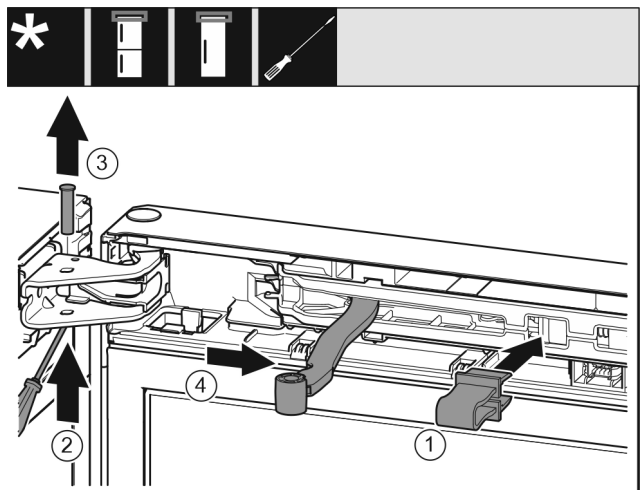

Fig. 9
- ▶ Enclencher la fixation Fig. 9 (1) dans l'ouverture.
- ▶ Dévisser l'axe Fig. 9 (2).
- Retirer l'axe Fig. 9 (3) par le haut.
- Tourner la jointure Fig. 9 (4) en direction de la porte.